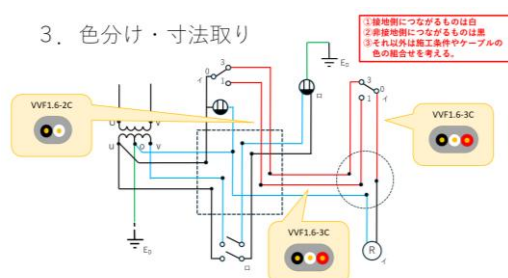

図4 複線図制作の指導スライド
- ① 公表問題の確認
- ② 予想問題の作成
- ③ ケーブルや器具類等の必要材料の調査および発注
- ④ 予想問題解説用の器具配線例および回路例等を含む資料の制作（図4から図7）。
- ⑤ 説明資料の相互確認